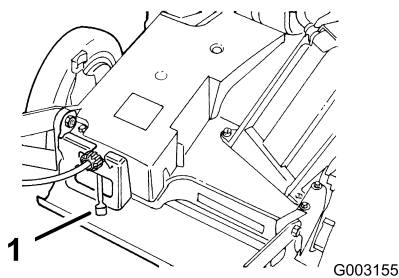

Figure 13
- Placez la commande de vitesse de déplacement en position point mort (N) (Figure 13).
La machine dispose de 3 vitesses de déplacement : 1 pour basse vitesse, 2 pour vitesse moyenne et 3 pour haute vitesse. La commande de vitesse de déplacement se trouve derrière le couvercle de courroie (Figure 13).